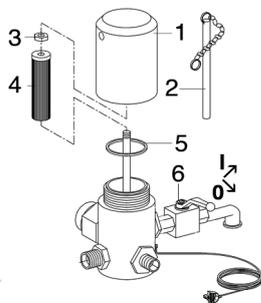

Figura 9.5.1
- Per depressurizzare, aprire il rubinetto di scarico (figura 9.5.1, pos. 6).
- Svitare il coperchio a vite (figura 9.5.1, pos. 1) con una chiave a forchetta (figura 9.5.1, pos. 2).
- Con la chiave fissa svitare il dado (figura 9.5.1, pos. 3) e prelevare la cartuccia del filtro (figura 9.5.1, pos. 4).
- Se l'anello di tenuta OR (figura 9.5.1, pos. 5) non è più ermetico, sostituirlo.